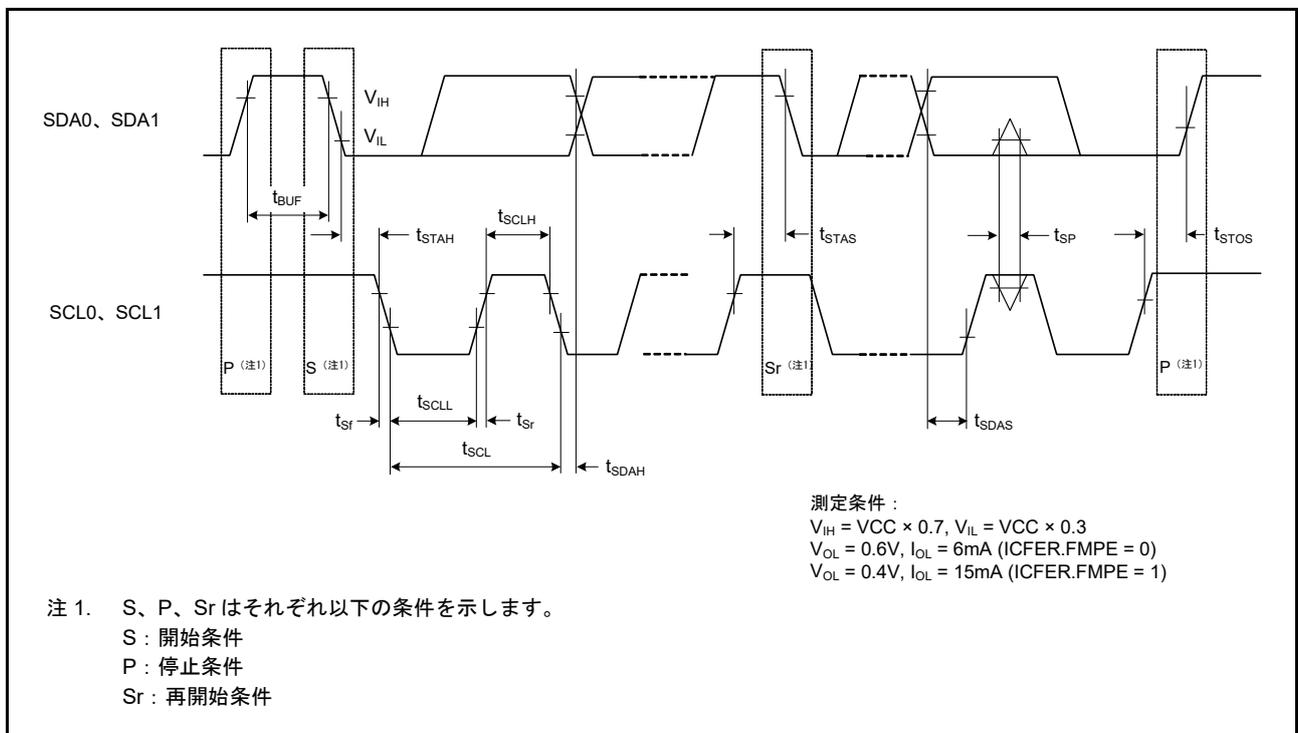

図 2.53 I2C バスインタフェース入出カタイミング
| IIC(標準モード、SMBus)ICFER.FMPE = 0 | SCL入力サイクル時間                     | $t_{SCL}$  | $6(12) \times t_{IICcyc} + 1300$                   | -                        | ns        | 図 2.53 |
| IIC(ファストモード)                           | SCL入力サイクル時間                     | $t_{SCL}$  | $6(12) \times t_{IICcyc} + 600$                    | -                        | ns        | 図 2.53 |
| IIC(ファストモード+)ICFER.FMPE = 1 | SCL 入力サイクル時間                      | $t_{SCL}$     | $6 (12) \times t_{IICcyc} + 240$                    | -                         | ns   | 図 2.53 |